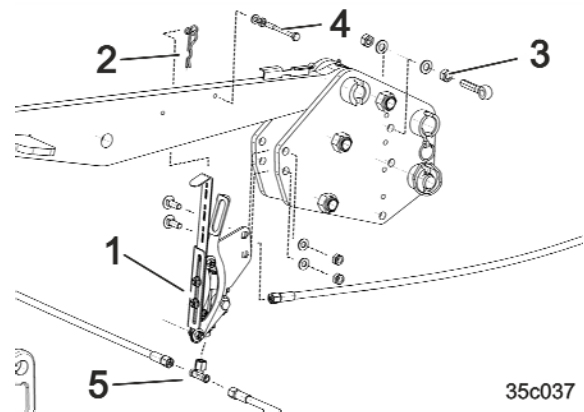

Рис. 83
6. Отсоедините гидравлический шлангопровод от Т-образного соединителя (Рис. 83/5).
7. Привинтите предварительно смонтированный держатель клапана (Рис. 83/1).
8. Подсоедините гидравлические шлангопроводы к новому Т-образному соединителю на клапане (Рис. 83/5).
9. Закрепите белый трос проушиной за захватный крючок (Рис. 83/2).
10. Установите рым-болт в качестве направляющей для троса (Рис. 83/3).
11. Установите воздействующий винт на верхнюю тягу (Рис. 83/4).